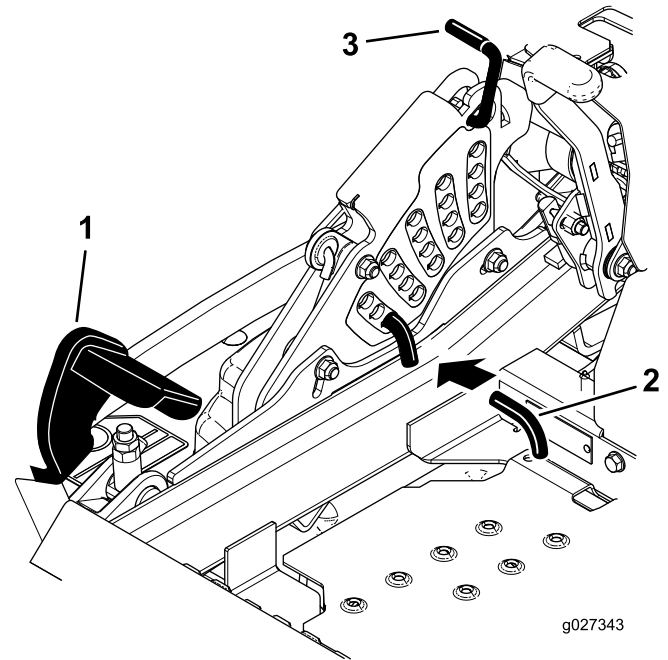

Figura 29
2. Pise el pedal de elevación de la carcasa y eleve la carcasa a la posición de transporte (que es también la posición de altura de corte de 140 mm [5½"]) como se muestra en **Figura 29**.
3. Para ajustar la altura de corte, gire el pasador 90 grados y retire el pasador del soporte de altura de corte (**Figura 29**).
4. Seleccione el taladro del soporte de altura de corte que corresponde a la altura de corte deseada, e inserte el pasador (**Figura 29**).